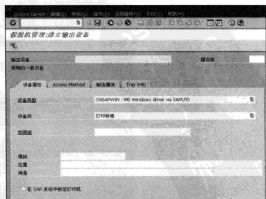

图 15-6 “假脱机管理:建立输出设备”界面
STEP 2 单击“输出设备”按钮,在弹出的“假脱机管理:输出设备清单”界面中单击“”按钮,进入“假脱机管理:建立输出设备”界面,如图15-6所示。